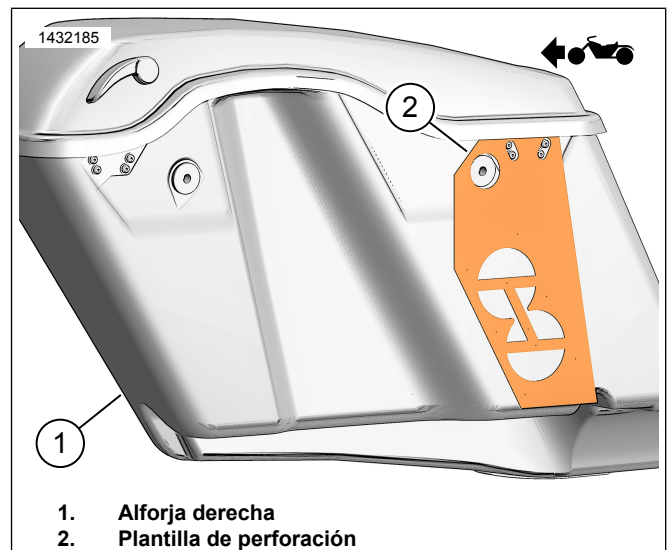

Figura 9. Plantilla de la alforja derecho
1. Vea la Figura 9. Coloque la plantilla (2) en la alforja derecha (1).